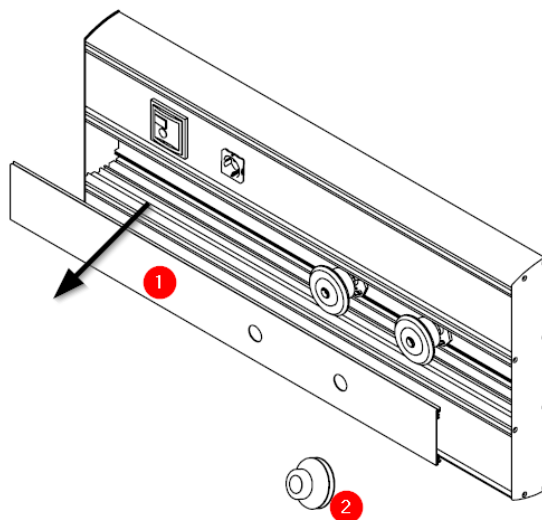

Fig. 1 Retirada de cobertura frontal de gases
Retirar la tapa de la envolvente correspondiente al circuito de gases (1) con la ayuda de la ventosa de plástico (2). (Véase Fig.1).